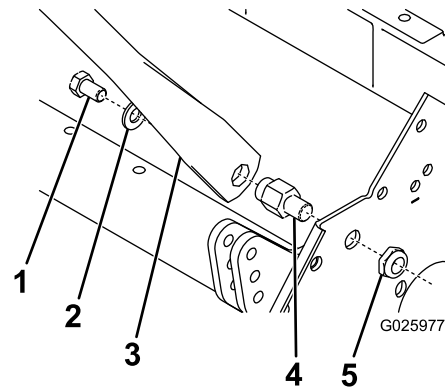

Figura 1
8. Remova o parafuso, anilha, pino de montagem do manípulo e porca de cabeça de flange que prendem o conjunto do manípulo à máquina (Figura 1).